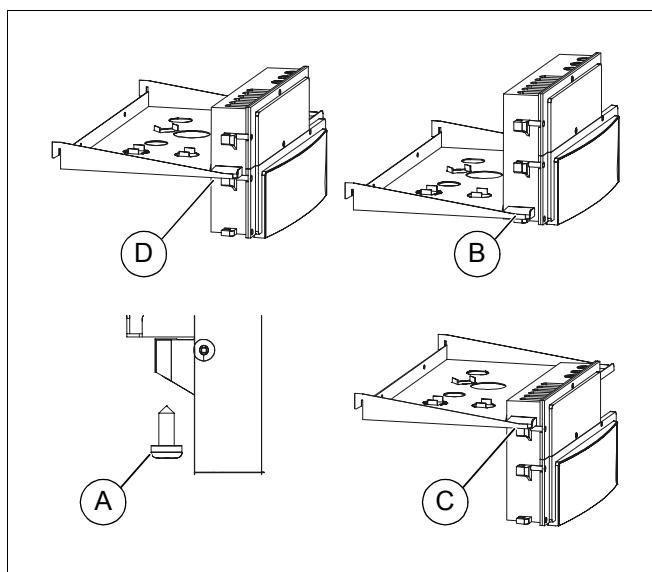

Рис. 28 Проведение подготовительных работ
Для облегчения работ по техническому обслуживанию можно установить монтажную полку в среднее (рис. 28, поз. D), верхнее или нижнее положение.
- Для подключения гидравлики закрепить монтажную полку в верхнем положении. Открутить три винта крепления монтажной полки (рис. 28, поз. A) выровнять и закрепить ее положение в нижних отверстиях (рис. 28, поз. B).